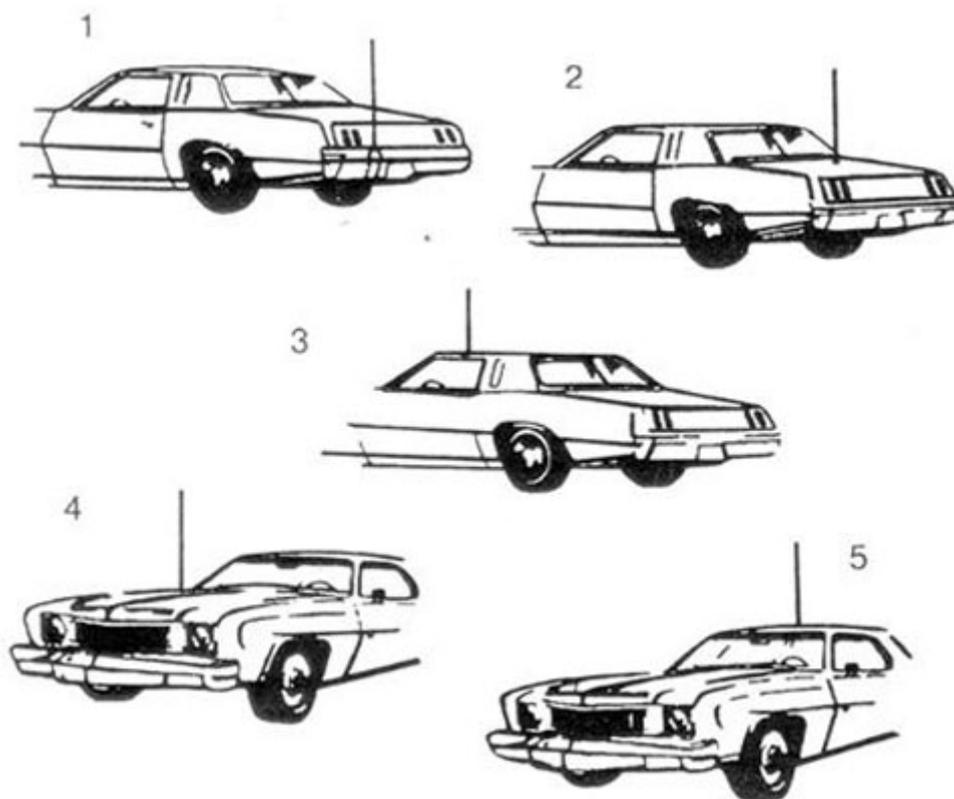

Рис. 3. Типичные места установки автомобильных антенн.
В общем случае имеются два типа антенн для мобильных Си-Би радиостанций - полноразмерный штырь длиной 1/4 волны (2,75 м) и укороченная согласованная штыревая антенна (от 0,5 до 1,9 м). Из-за большой длины полноразмерных антенн на автомобилях применяются, в основном, укороченные антенны длиной не менее 1,2 м, в различных конструктивных исполнениях с креплением через отверстие в крыше, на кронштейне за отбортовку водостока или на магнитном основании (см. рис. 3).
На рис. 3 показаны пять типичных мест установки автомобильной антенны: (1) задний бампер, (2) задняя крышка багажника, (3) отбортовка для стока воды, (4) капот, (5) крыша.